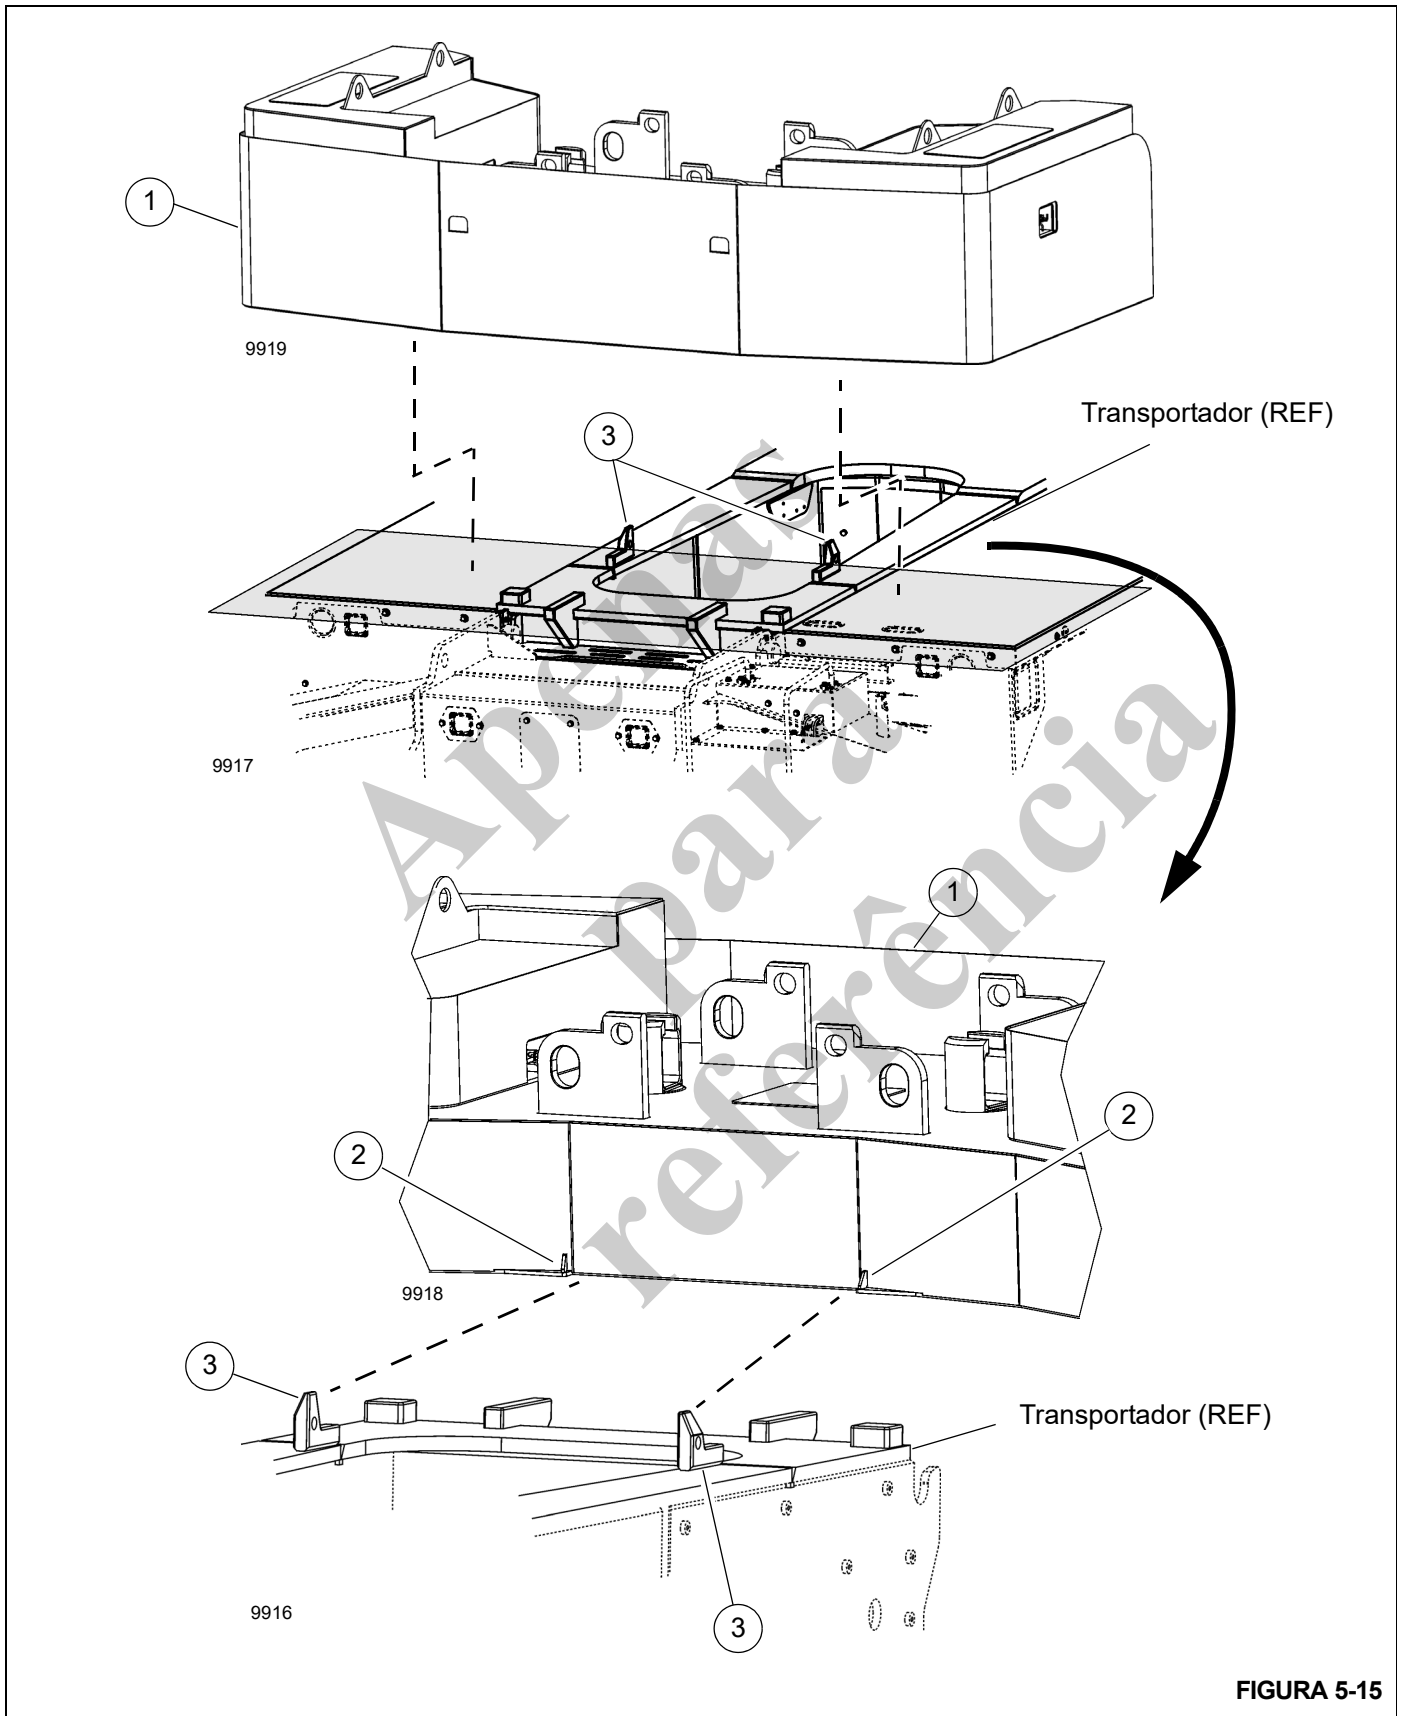

FIGURA 5-15
7. Levante o contrapeso (1, Figura 5-15) e coloque-o na plataforma do contrapeso no transportador. Alinhe as guias do contrapeso (2) localizadas na frente do contrapeso com os batentes do contrapeso (3) na plataforma do transportador. Confirme que o contrapeso (1) está nivelado com os batentes do contrapeso (3).